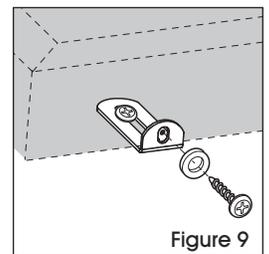

Figure 9
5. Suspendre le tableau et insérer une vis de 1/4 po et une rondelle dans les trous prépercés dans le cadre, au travers des supports en équerre. Visser fermement. (Voir Figure 9)